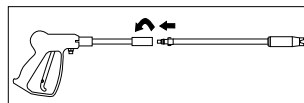

Figura 6 - Conexión de la pistola y lanza
1. Inserte la lanza en la pistola y gírela en el sentido de las agujas del reloj hasta que llegue a su tope, como se muestra en la figura 6.